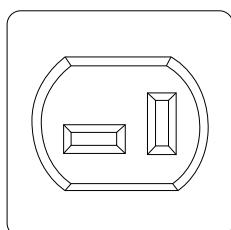

рис. 4
Розетка постоянного тока (14) (рис. 4) служит только для зарядки 12-вольтного аккумулятора.